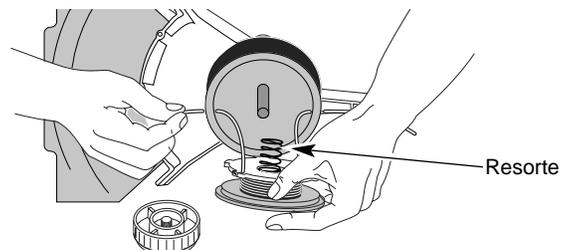

Fig. 39
- Inserte los extremos de la l'nea a travēs de los ojajillos de la bobina exterior y coloque el carrete interior con el resorte dentro de la bobina exterior (Fig. 39). Empuje el carrete interior y la bobina exterior entre s—. Mientras sostiene el carrete interior y la bobina exterior, tome los extremos y tire con firmeza para soltar la l'nea de las ranuras de fijaci—n de la bobina.
5. Inserte los extremos de la l—nea en los ojalillos de la bobina exterior (Fig. 39).